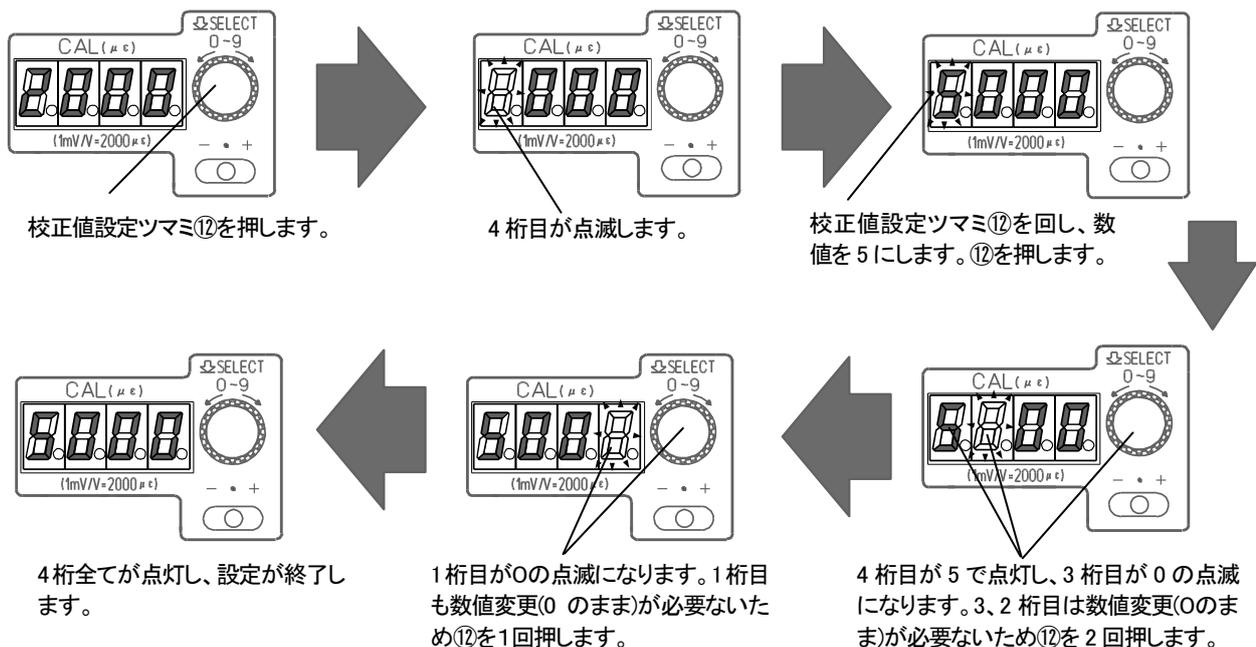

図2-4
校正値設定つまみ⑫(図2-4を参照)押すと校正値LED⑬の4桁目が点滅します。スイッチを左右に回すと⑬の数値が変わります。(表示値が点滅状態でも設定は行われています。)